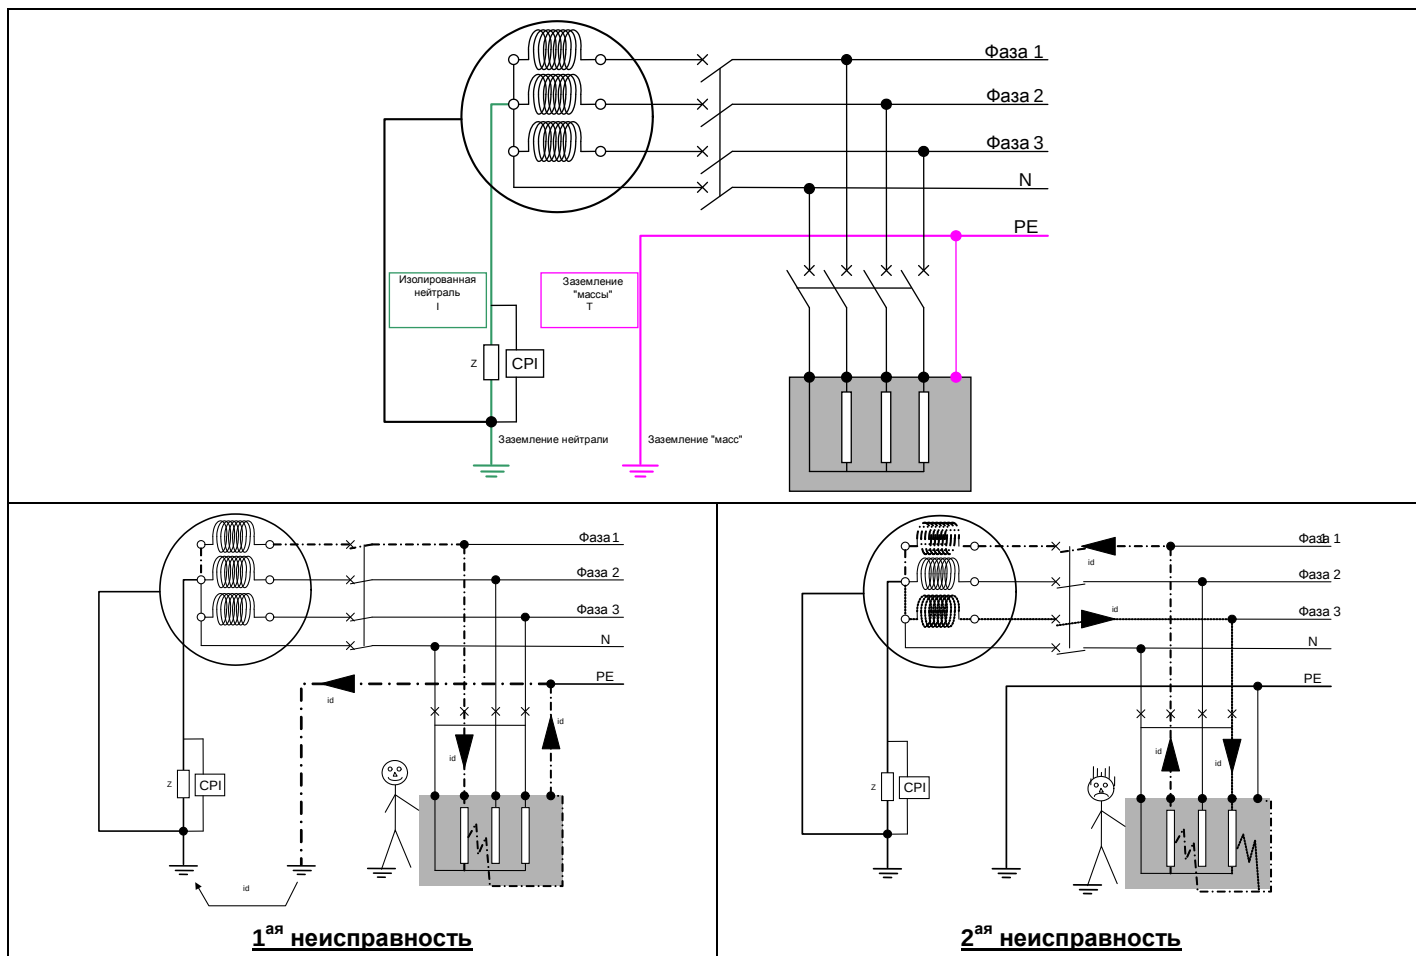

Рисунок 66: Режим нейтрали IT
В схеме IT нейтраль генератора заземлена через посредство полного сопротивления (Z) более 1000 Ом или изолирована ($Z=\infty$). "Массы" потребительской установки заземлены (См. Рисунок 66: Режим нейтрали IT). Следует отметить, что для постоянного контроля изоляции параллельно с полным сопротивлением Z подключено Устройство постоянного контроля изоляции (CPI).